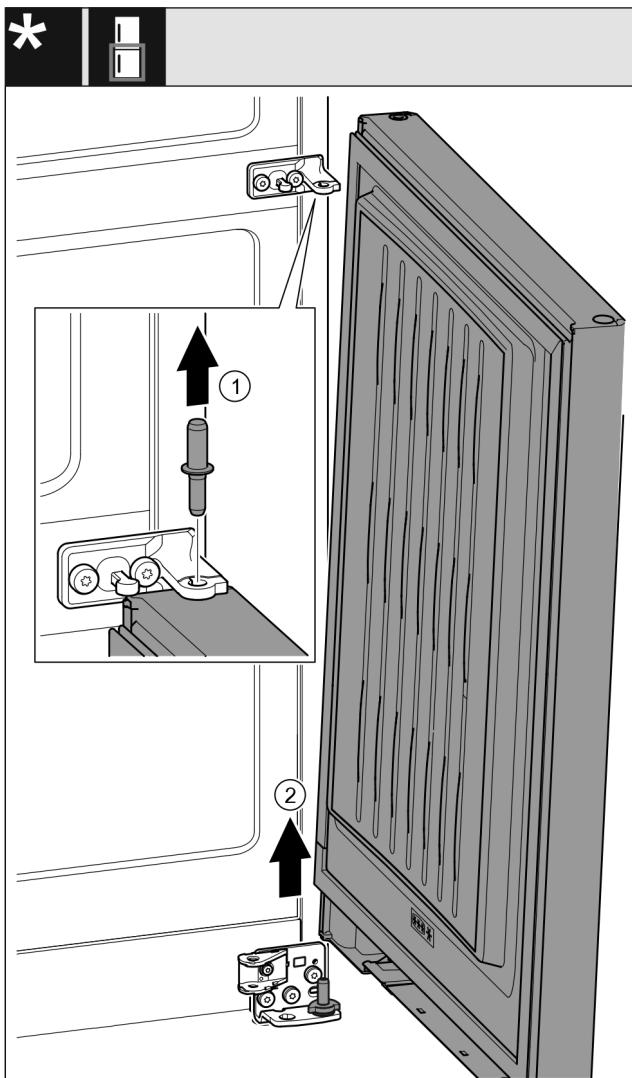

Fig. 23 \*
- ▶ Sornike izvlecite v smeri navzgor. Fig. 23 (1)\*
- ▶ Vrata obrnrite navzven, jih povlecite navzgor in postavite na stran. Fig. 23 (2)\*